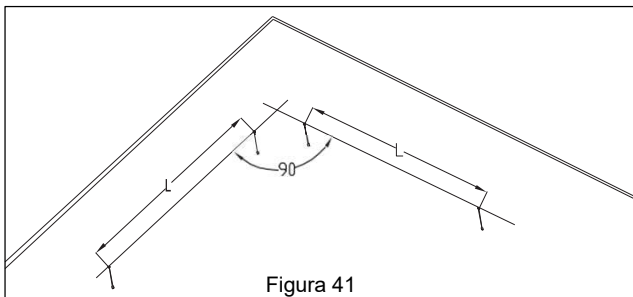

Figura 41
3. Haga las marcas de montaje en el techo para las lámparas, consulta las **Instrucciones de montaje** para instalar la lámpara. **Ver Figura 41.**